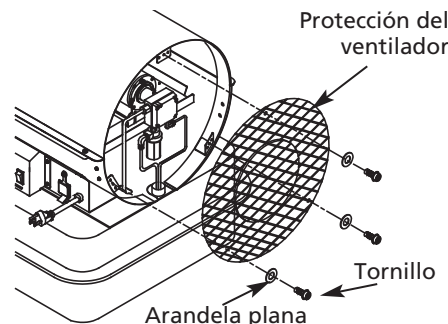

Figura 17 – Desmontaje de la Protección del Ventilador
- Retire la protección del ventilador (consulte la Figura 17).
- Use una llave de 3/8 pulg. y apriete la línea de combustible (B) en la bomba y en el conjunto del filtro de combustible de la bomba.